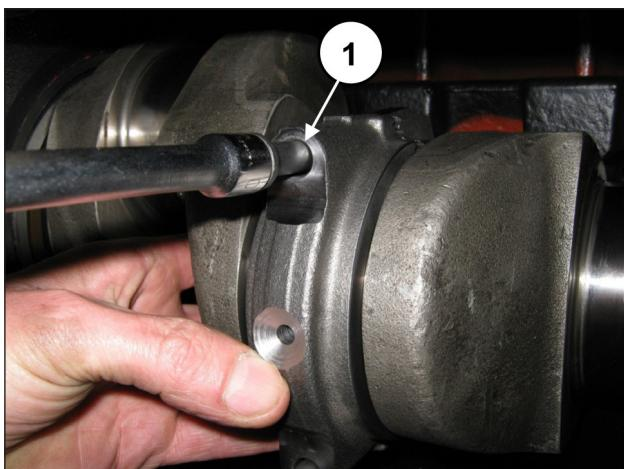

Fig. 70
Fixer les chapeaux sur les demi-bielles avec les vis M10x1,5x80 (rep. ①, Fig. 70).